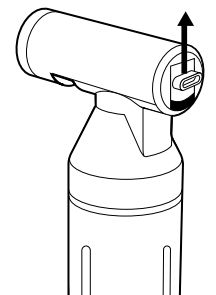

Abbildung 6. Entsperren Sie den Bajonettverschluss (drücken Sie ihn nach oben).
8. Entsperren Sie den Bajonettverschluss (drücken Sie ihn nach oben, Abbildung 6).